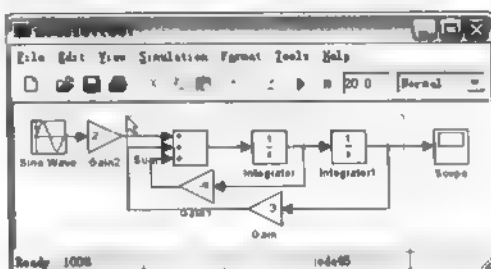

图 7.31 Simulink 模型图
(1) 建立模型,文件名为 model07to07.mdl,如图 7.31 所示,并对需要封装的模块进行框选。